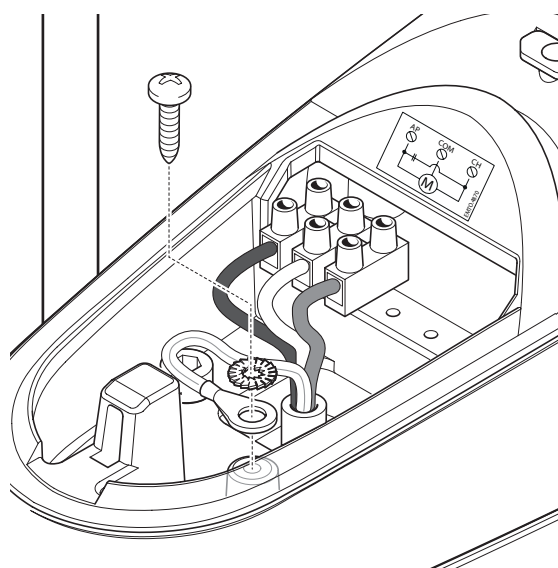

Fig. 15
**03.** Branchez les différents fils et le conducteur de la prise à la terre, exactement comme cela est indiqué sur le schéma électrique (fig. 15);